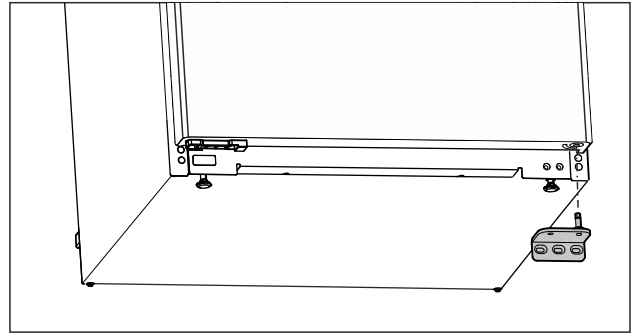

Fig. 7
- ▶ Verwijder de lagersteun naar beneden. (zie Fig. 7)